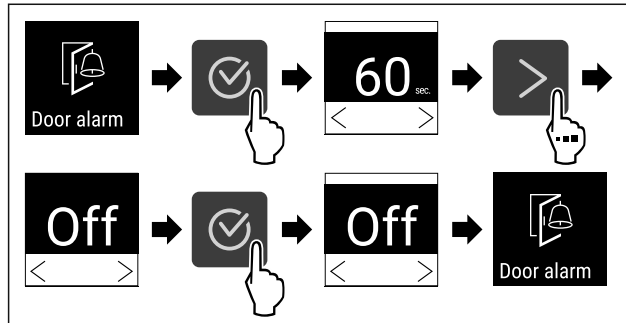

Fig. 118
- Proveďte akční kroky (viz Fig. 118) .